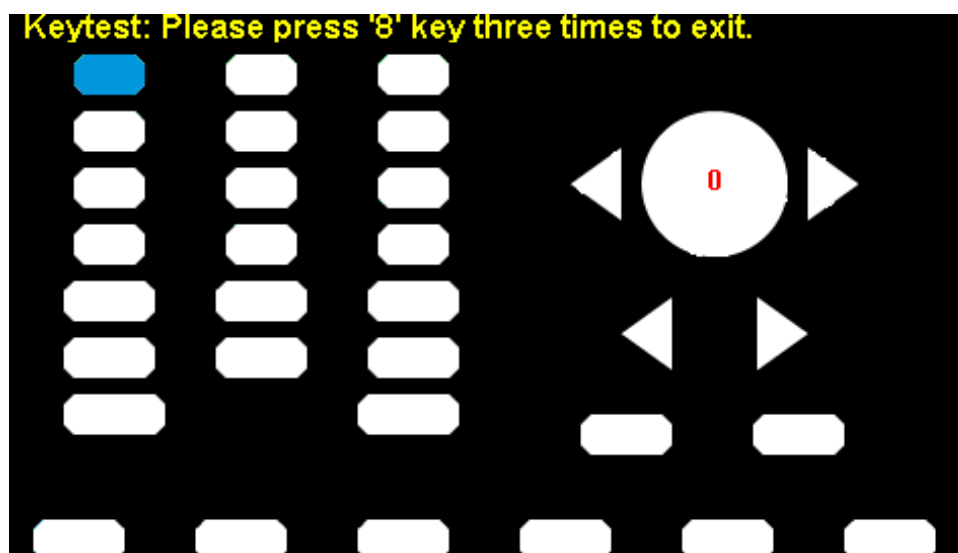

图 2-54 按键测试界面
- 屏幕上显示“Keytest: Please press '8' key three times to exit.”的提示信息表示按数字按键“8”3 次退出测试。如图 2-54 所示：